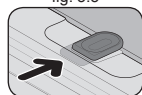

fig. 5.6
5. Volte a trava na posição inicial e certifique-se que o vidro está travado (fig. 5.6).